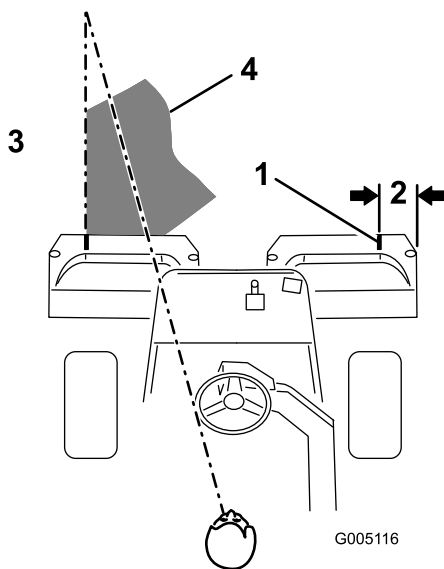

Figure 24
**Remarque:** Pour vous aider à traverser le green en ligne droite et à maintenir la machine à égale distance du bord de la passe précédente, imaginez une ligne de vision imaginaire à environ 1,8 à 3 m en avant de la machine jusqu'au bord de la partie non coupée du green (Figure 24). Faites passer la ligne de vision par le bord extérieur du volant, c.-à-d. de maintenir le bord du volant aligné sur un point se trouvant toujours à la même distance par rapport à l'avant de la machine.